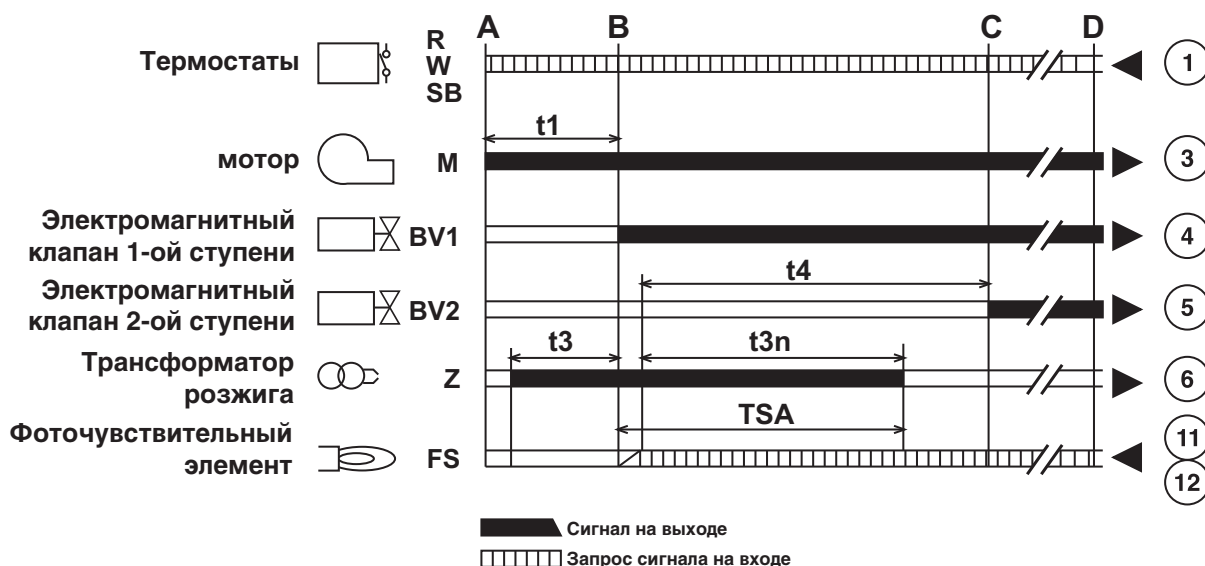

Рис. 9
- Работа установки начнется в соответствии с диаграммой Рис. 9: